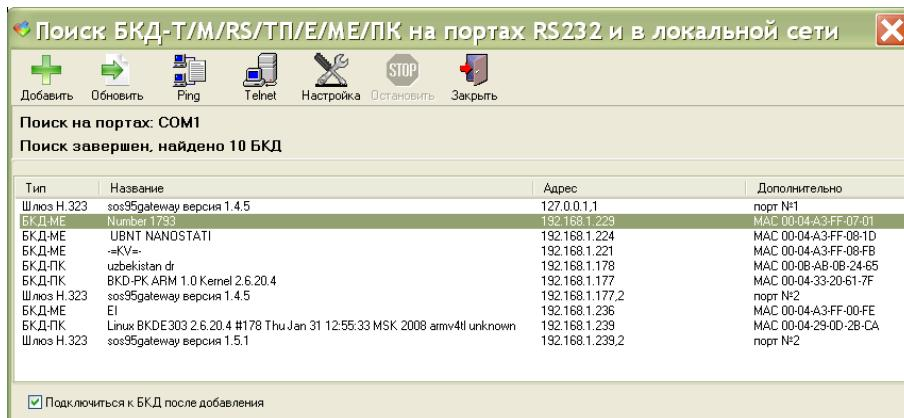

Рисунок 15 - Перечень найденных мастер-устройств
- 3) Откроется окно «Поиск БКД» и будет выполнен поиск всех подключенных к сети БКД-МЕ (рисунок 15). Установить галочку «Подключиться к БКД после добавления». Выбрать требуемый БКД-МЕ и нажать «Добавить».